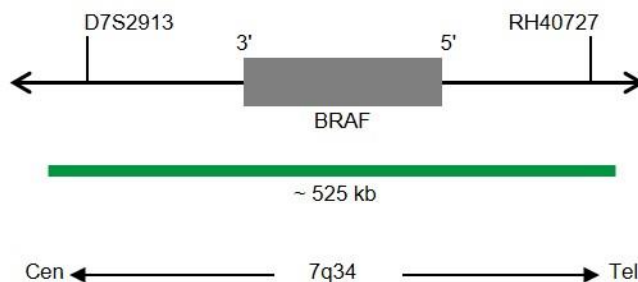

Fig. 1: SPEC BRAF Mapa de la sonda (no está a escala)
- Polinucleótidos marcados en verde (excitación a 503 nm/emisión a 528 nm) ZyGreen (~10 ng/μl), dirigidos a secuencias localizadas en 7q34\* (chr7:140,266,210-140,792,511) que albergan la región del gen BRAF (ver Fig. 1).